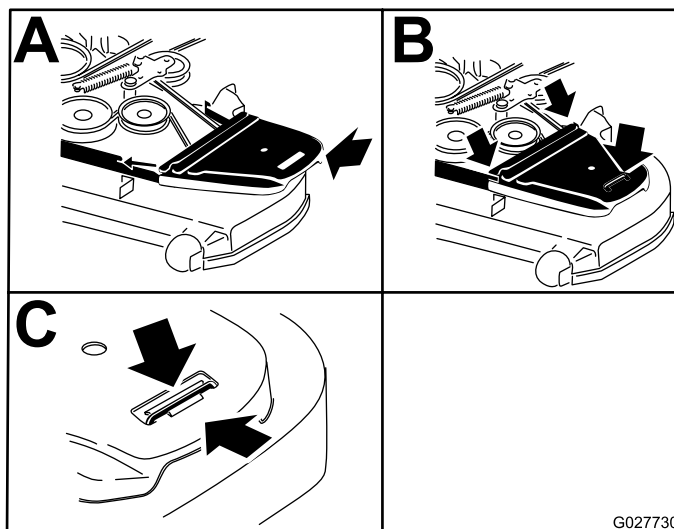

Bild 85
14. Bringen Sie die Riemenabdeckungen wieder an (Bild 85).